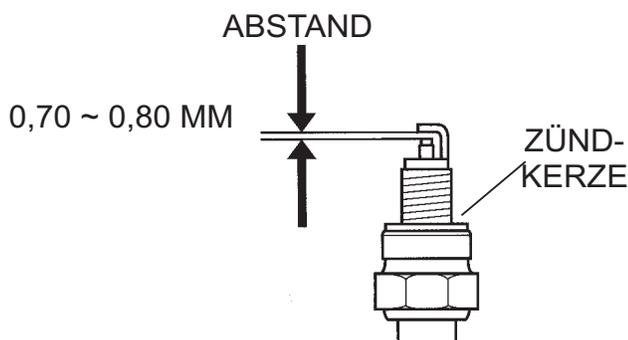

Abbildung 13. Zündkerze
- Stellen Sie den Zündabstand für Honda-Motore (Abbildung 13) auf 0,70~0,78 mm ein. Stellen Sie den Zündabstand für Vanguard-Motore auf 76 mm ein. Beide Motore verfügen über eine elektronische Zündung, die keiner Justierung bedarf. Tauschen Sie die Zündkerze alle 300 Stunden.